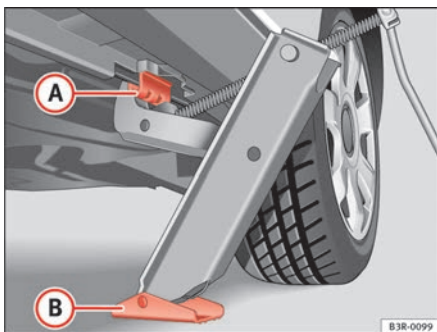

Abb. 180 Radwechsel:
- Richten Sie den Wagenheber so aus, dass seine Klaue in den Steg des Unterholms greift ⇒ Abb. 180 A und die bewegliche Grundplatte B plan auf dem Boden aufliegt.